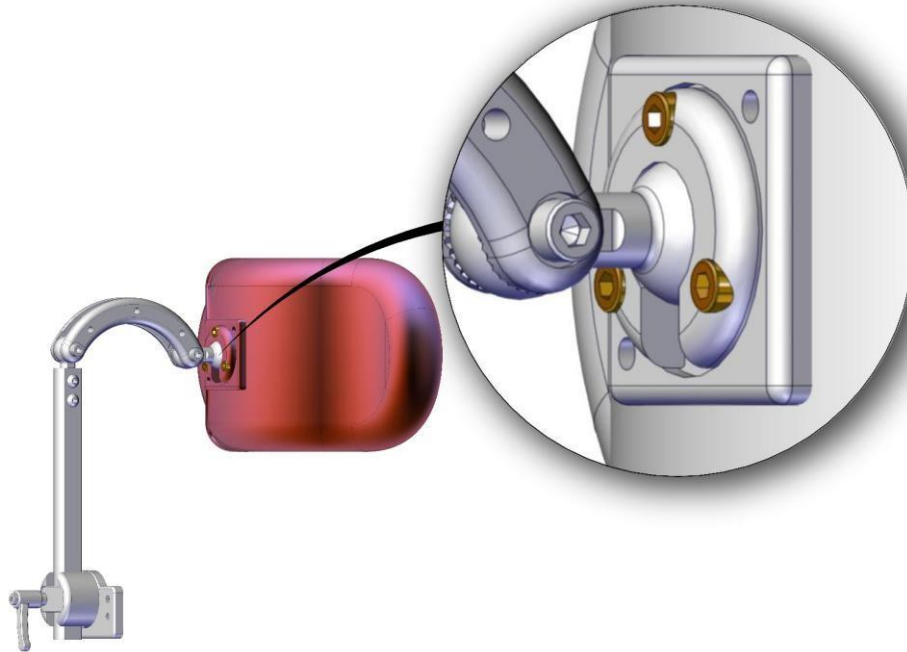

Abb. 3
- Lösen Sie die in der Abb. 3 dargestellten Innenkantschrauben